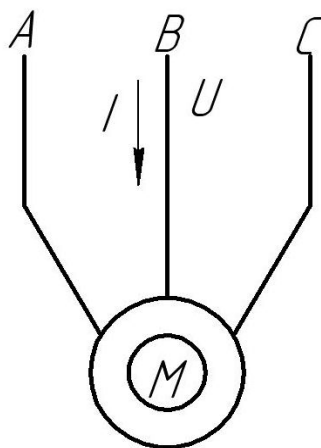

Рис. 31
1. Привести паспортные данные двигателя (рис. 31).